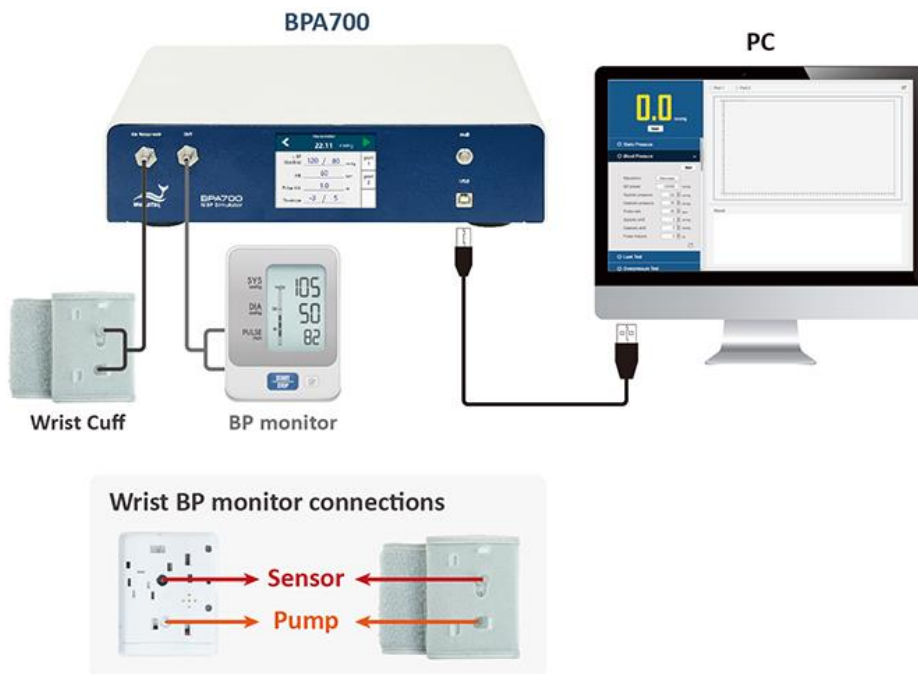

图 4：手腕式血压计连接方式
- 为了在 PC 显示压力波形，BPA700 通过 USB 线连接到 PC，如图 4 所示
- 腕带和血压计本身是分开的，并且各自通过管道外部连接到 BPA700，如图 4 所示